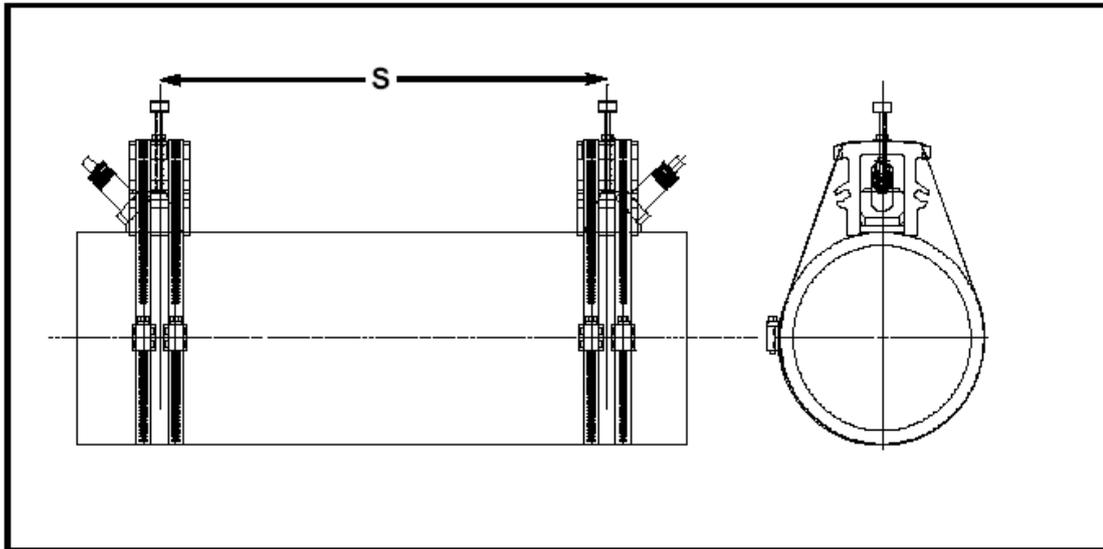

Рис. 24. Зажимные приспособления в виде хомутов из нержавеющей стали для измерительных преобразователей с двухходовым измерением расхода
На рис. 24 и 25 показывается крепление двух- и одноходовых измерительных установок, соответственно, с использованием хомутов (лент) из нержавеющей стали.
3. Получите расстояние разноса измерительных преобразователей S , как это описано в разделе программирования в данном руководстве. При использовании линейки перемещайте блоки, чтобы они оказались на расстоянии S друг относительно друга. Используйте прижимной болт или торцы блоков в качестве опорных точек. См. рис. 24 и 25 на стр. 20.